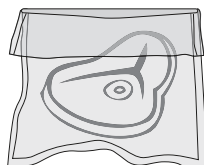

FIGURA 8
4. Llene la bolsa de vacío con el producto que se va a sellar con vacío. El extremo abierto de la bolsa de vacío debe estar limpio y sellar apropiadamente. **CONSEJO:** Cuando llene bolsas, doble la parte superior de la bolsa, y luego desdóblela para sellar (**FIGURA 8**).